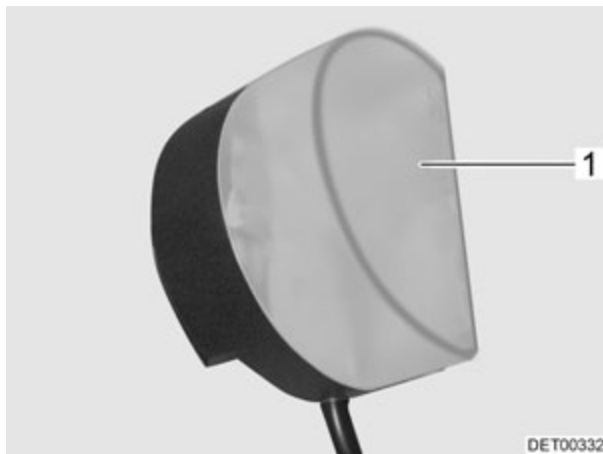

Fig. 203 Lámpara del armario ropero
- Comprimir ligeramente la cubierta de la luz (Fig. 203,1) y retirarla.